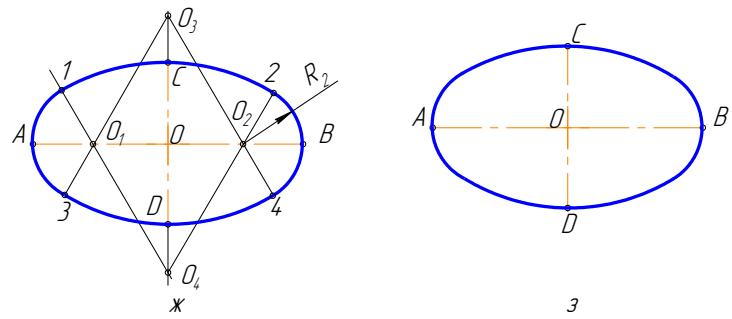

Рисунок 3.17 – Построение овала по двум осям:
Последовательность построений овала по двум осям (рисунок 3.17)
1. Заданы большая AB и малая CD оси овала (рисунок 3.17а)
2. Соединим точки A и C . На полученной прямой откладываем точку M : $CM=AO$, $OC=CK$ (рисунок 3.17 б).
3. Отрезок AM между этими точками делим пополам, и от точки, расположенной в середине этого отрезка восстанавливаем перпендикуляр до пересечения с осями овала в точках O_1 и O_4 (рисунок 3.17 в).
4. Строим точки, симметричные точкам O_1 и O_4 , получаем O_2 и O_3 (рисунок 3.17 г).
5. Проводим линии центров O_1O_3 , O_1O_4 , O_2O_3 , O_2O_4 (рисунок 3.17д).
6. Из центра O_4 проводим дугу радиусом $R_1=O_4C$ до пересечения с линиями центров O_4O_1 и O_4O_2 в точках 1 и 2. Аналогично находим точки 3 и 4 (рисунок 3.17 е).
7. Замыкающие дуги овала проводим из центров O_1 и O_2 радиусом $R_2=O_1A$ (рисунок 3.17 ж).